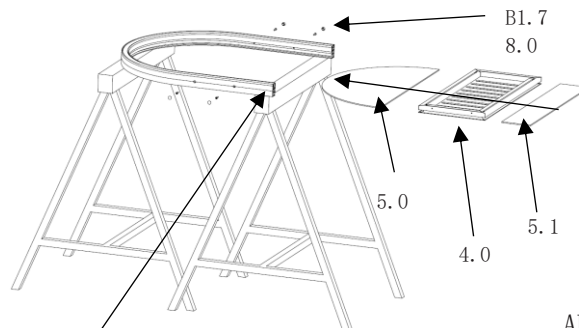

Abb. 8
- die obere PC-Giebelplatte (oben) (**Pos. 5.0**) in die Nut von dem Randsprossenbogen (**Pos. 2.0**) einschieben. (Abb. 8/9)
- untere PC-Giebelplatte (unten) (**Pos. 5.1**) in die Nut von dem Randsprossenbogen (**Pos. 2.0**) einschieben. (Abb. 8/9)
- als nächstes wird der Schiebelüfter (**Pos. 4.0**) mit vier Linsenblechschrauben (**Pos. B1.7**) montiert. (Abb. 8/10)
- die Sackloch-Bohrungen werden mit vier Blindstopfen (**Pos. 8.0**) abgedeckt. (Abb. 8/10)